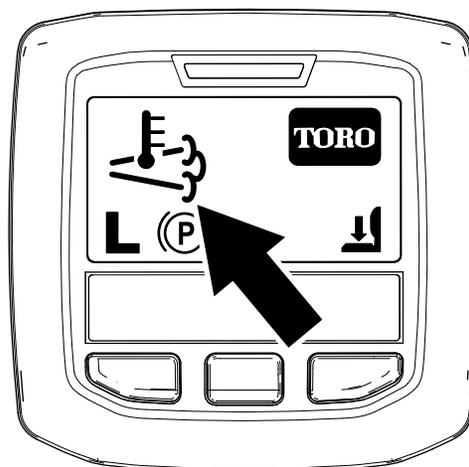

図 41
- インフォセンターには、 排気高温アイコンが表示されます 図 41。